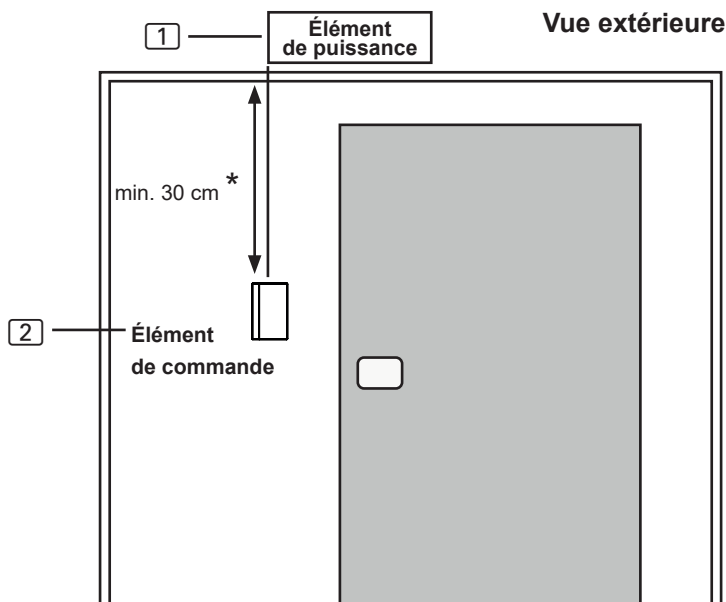

Fig. 4 Position de l'élément de commande
L'élément de commande [2] est monté sur la paroi de la cabine à une distance maximale de 10 mètres de l'élément de puissance [1] (voir **Fig. 4**).
* Lors du montage dans la cabine de sauna, respectez une distance d'au moins 30 cm par rapport au plafond de la cabine (voir **Fig. 4**).